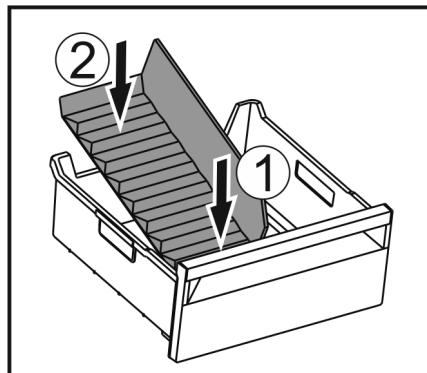

Fig. 107
- ▶ Vložte prednú časť oddelovača zásuvky na ľad. Fig. 107 (1)
- ▶ Spusťte zadnú časť oddelovača zásuvky na ľad až na dno zásuvky. Fig. 107 (2)